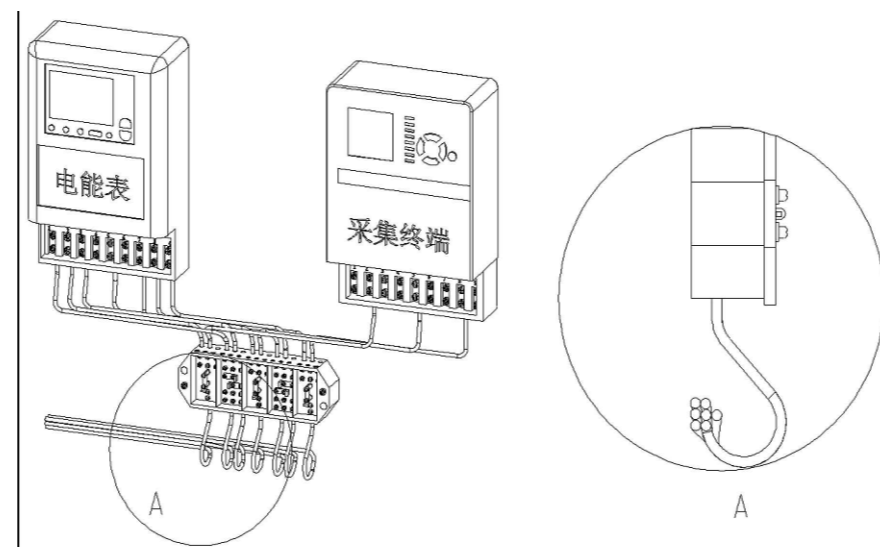

图8 三相三线电能表、试验接线盒连接示意图
- 与电能表、试验接线盒、终端连接的导线应留有余地（如图8所示）；